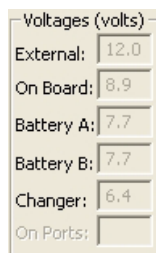

Рисунок 19. Voltages Information
5. В поле *Voltages* можно просмотреть информацию о напряжении внешнего источника, батарей и т.п. (Рис. 19).